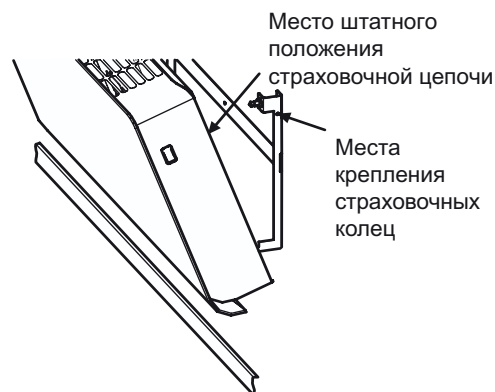

Рис. 4
3. Наклоните прибор на угол 90° и вставьте узлы крепления, расположенные в нижней части прибора, в ответные элементы монтажной рамки. Поднимите прибор и застегните страховочные кольца. Защелкните верхние фиксирующие элементы. В таком положении прибор закреплён на монтажной рамке и если вы освободите фиксаторы (при чистке), страховочные кольца оставят прибор в вертикальном положении. См. рис. 4.